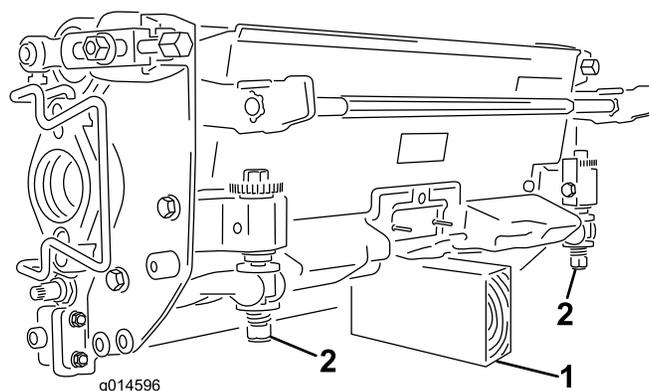

Figure 50
**Important:** Chaque fois que vous devez basculer l'unité de coupe, soutenez l'arrière pour que les écrous situés sur les vis de réglage de la barre d'appui ne reposent pas sur la surface de travail (Figure 50).